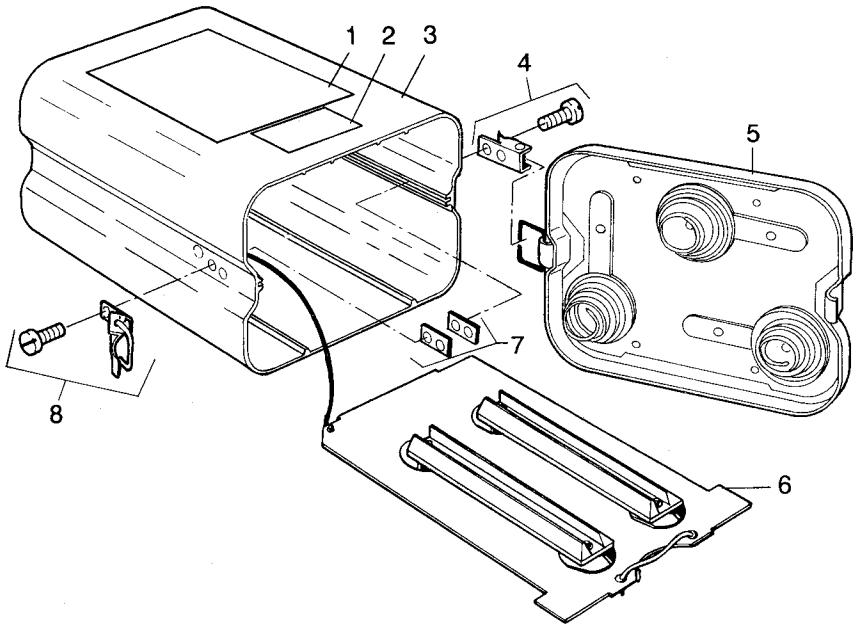

Bild 29 Wechseln der Teile am Batteriebehälter
- Am Batteriebehälter die schadhaften Teile gemäß Bild 29 wechseln.